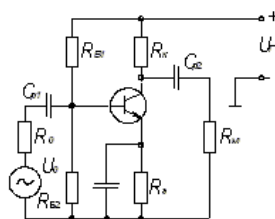

Рисунок 1 - усилительный транзисторный каскад
1. Для усилительного транзисторного каскада (рис. 1):